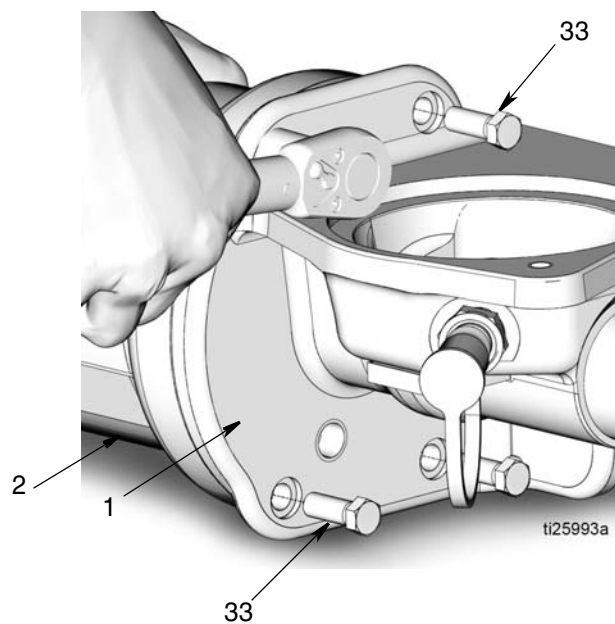

FIG. 17
14. Utiliser une douille de 3/8 pouce pour retirer les 4 boulons (33) maintenant le vérin pneumatique (2) sur la base de la pompe (1) (FIG. 17). Déposer le vérin pneumatique de la base de la pompe.